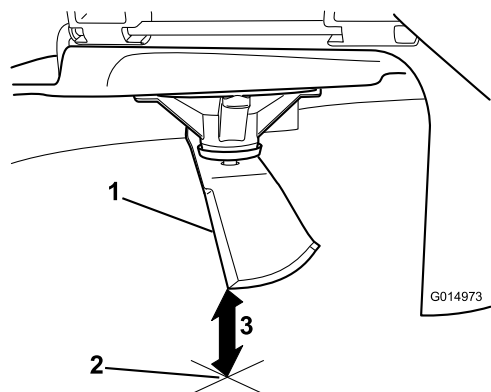

Figure 77
5. Mesurez la distance entre la pointe de la lame et la surface plane (Figure 77).